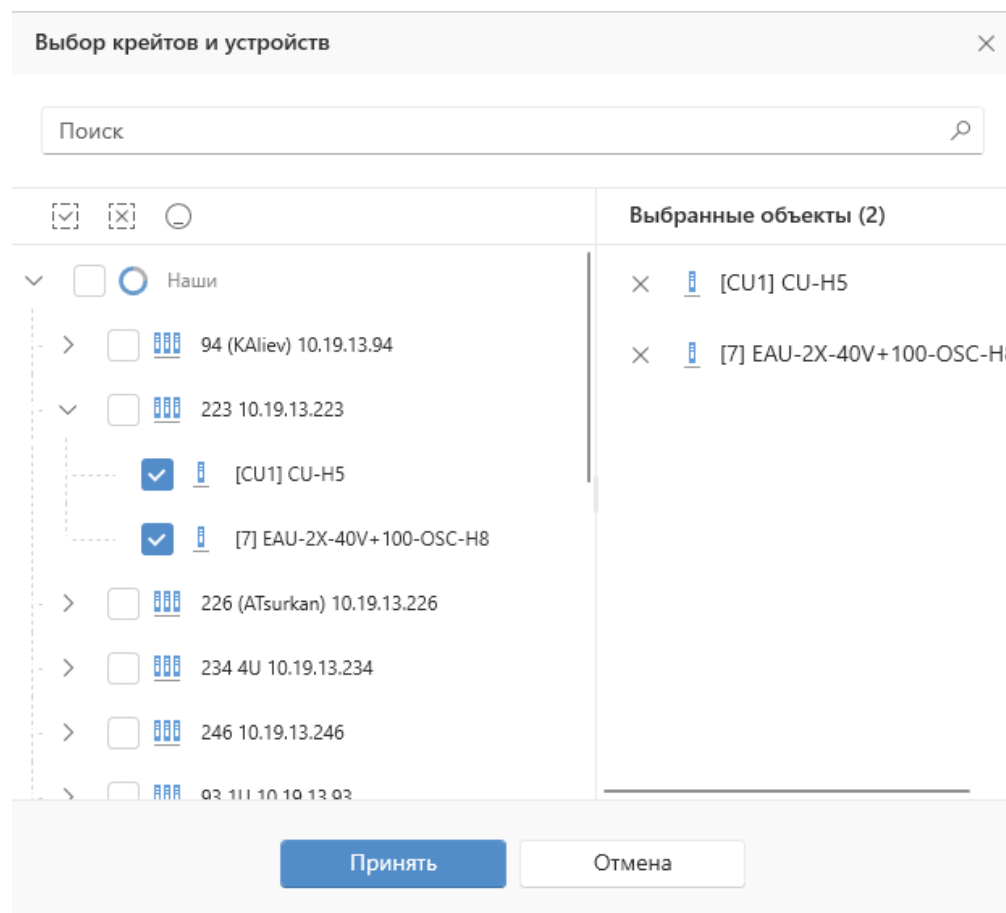

Рисунок 84 - Фильтр журнала оборудования по объектам
- **Объект** – при установленном фильтре отображаются только события, относящиеся к выбранным объектам. При пустом поле отображаются события для всех объектов. Для выбора объектов необходимо нажать на кнопку  в правой части поля и в появившемся окне (Рисунок 84) отметить один или несколько объектов, после чего нажать на кнопку **Принять**.